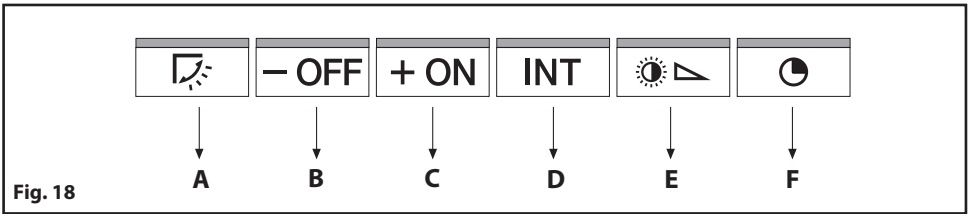

Fig. 18
- For at opnå en bedre sugeevne er apparatet udstyret med frontåbning. Fronten kan åbnes mekanisk (ved at trække lågen udad Fig.2A) eller elektronisk (kun med betjeningskasterne vist i Fig. 18), afhængig af den pågældende model. Elektronisk åbning sker ved at trykke på tasten "D" (Fig. 18) i ca. 4 sekunder.
- **PAS PÅ:** Hvis modellen har funktionen, som vist i Fig. 18, og ikke elektronisk åbning, kan den ekstra lysfunktion aktiveres ved at trykke på tasten "D" (Fig.18) i 4 sekunder. For at slukke lyset skal man trykke på samme tast i 4 sekunder.